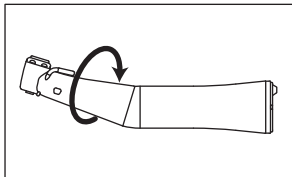

Fig. 6
- 3) Ruotare la testina nella direzione della freccia indicata sul gambo. (Fig.6)